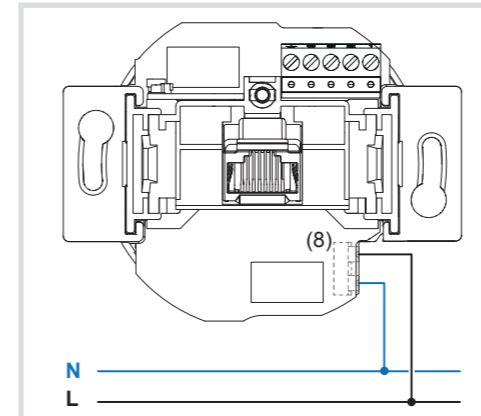

Bild 3: Anschluss Versorgungsspannung
- Kabel ausreichend abisolieren und Leitungen an den Steckklemmen (8) anschließen (Bild 3).